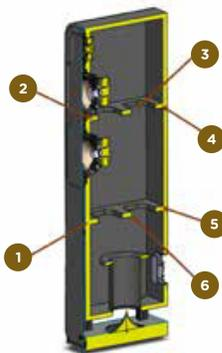

Fig 19.
- D. Корпуса выполнены из материала Meddite MDF толщиной 0.75" с шестью тщательно рассчитанными точками крепления для ребер жесткости — чтобы уменьшить вибрации стенок, добавляющих постороннюю окраску, особенно в критически важном среднечастотном диапазоне (Fig 19).